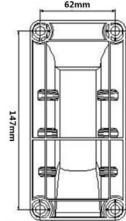

Fig.2
- Fixez le support de montage comme modèle, marquez la position de chacun et percez quatre trous dans le mur (Fig. 2)